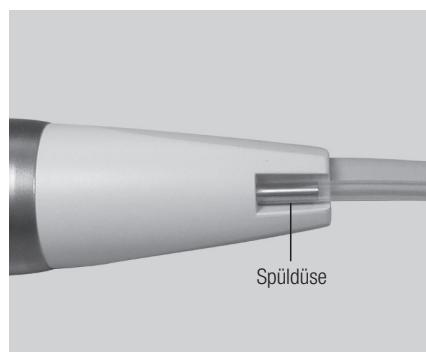

Abb. 11
- 4) Führen Sie die Spitze des Kühlmittelschlauches in die Spüldüse des Handstücks ein. (Abb. 11)